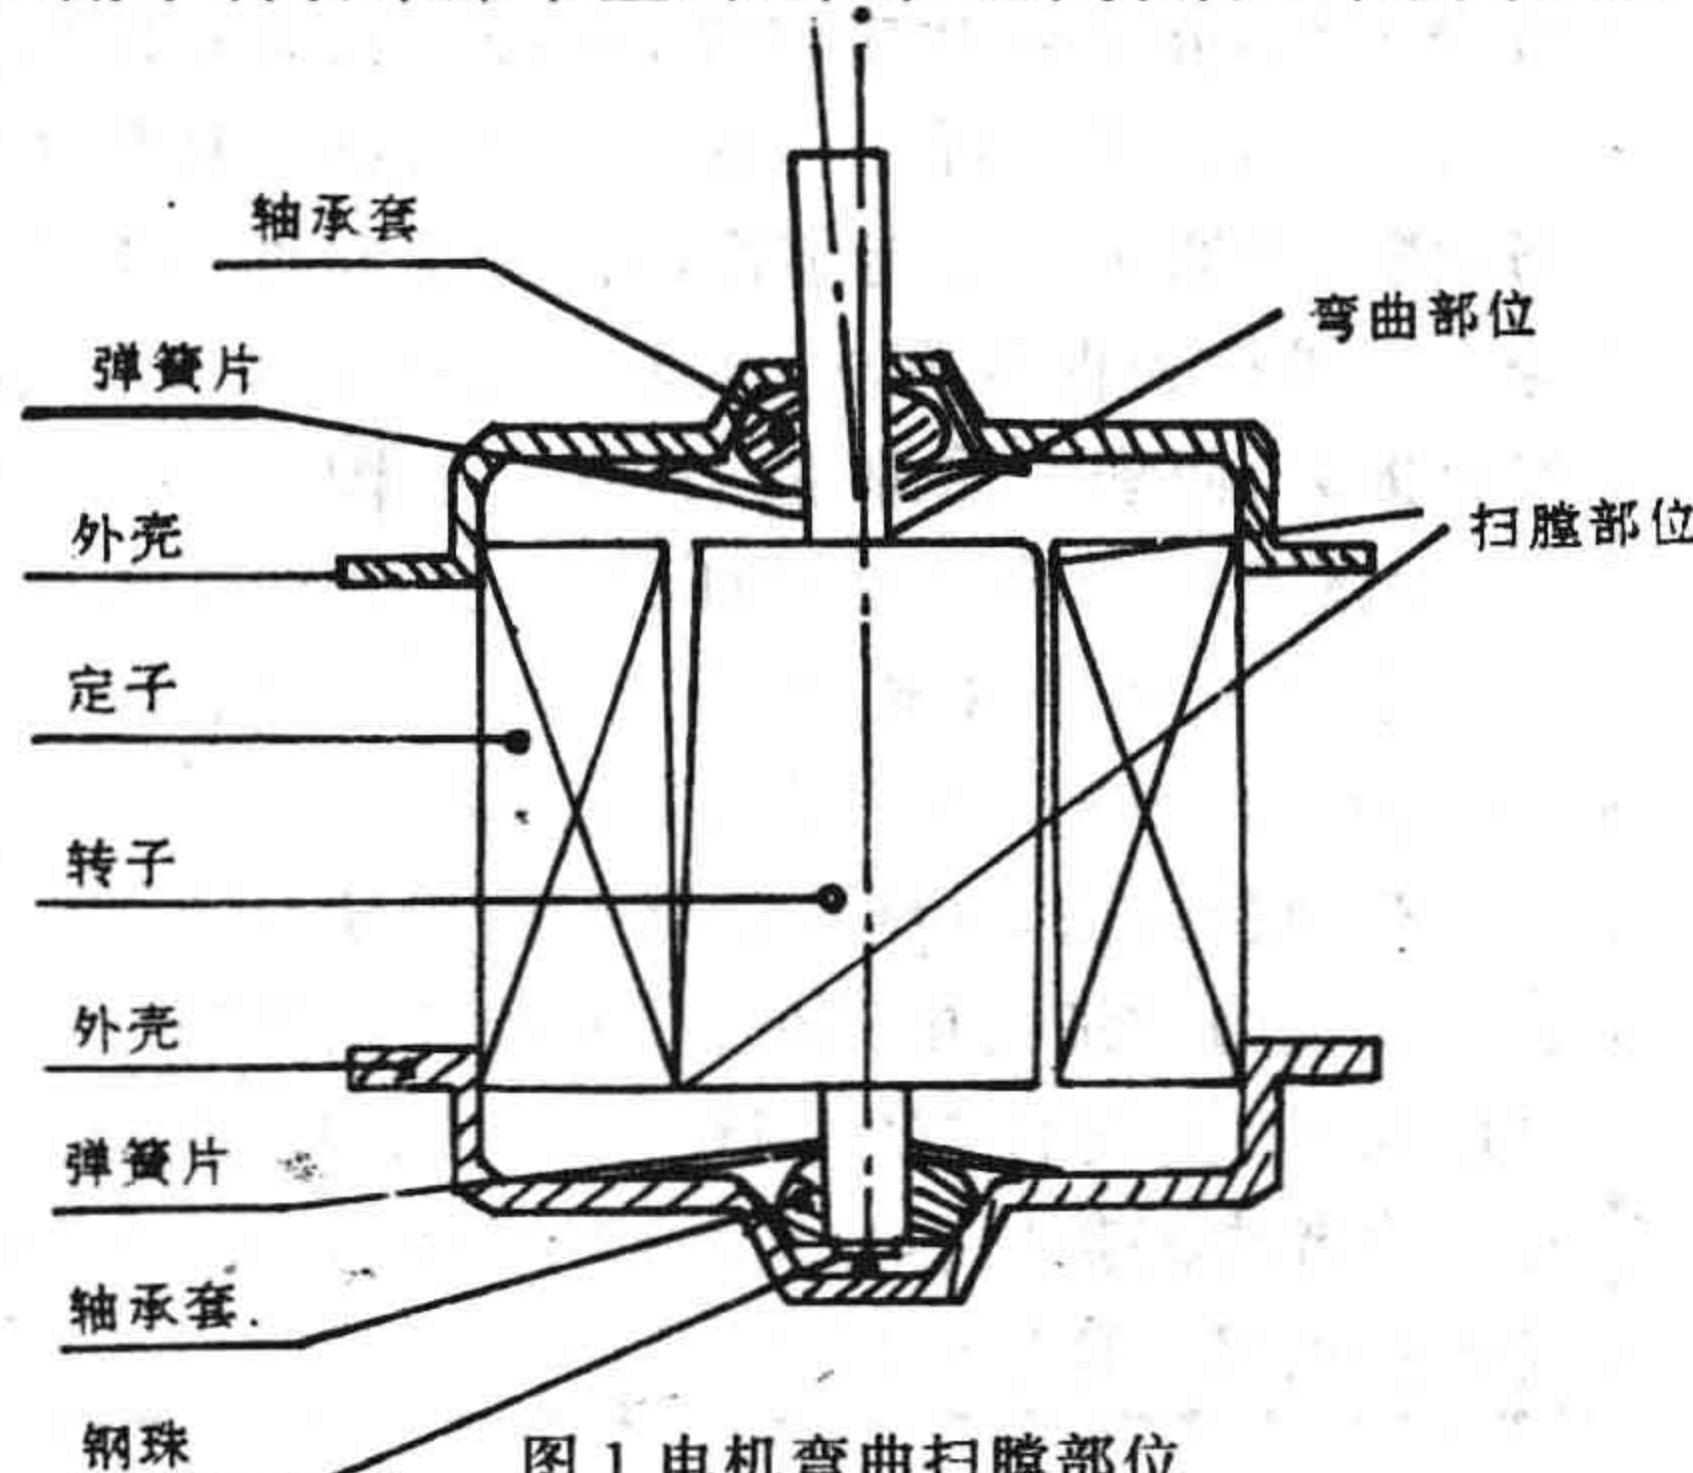

图1 电机弯曲扫膛部位
(1) 由磕碰造成的扫膛：洗衣机电机在维护、保养或维修其他部位故障时，电子转子的意外磕碰，使转子铁芯凸出一块，造成扫膛，发生这种扫膛可用锉刀锉去由磕碰造成的凸出部分，就可消除扫膛；(2) 电机轴弯曲造成的扫膛：使用脱水桶如果衣物装偏，电机转动时在离心力作用下很容易使电机轴产生弯曲，造成扫膛。见图1。发生这种扫膛时可将电机转子拆下，夹在车床上，用手转动车床卡盘，在车床刀架旁放上吸力表座，